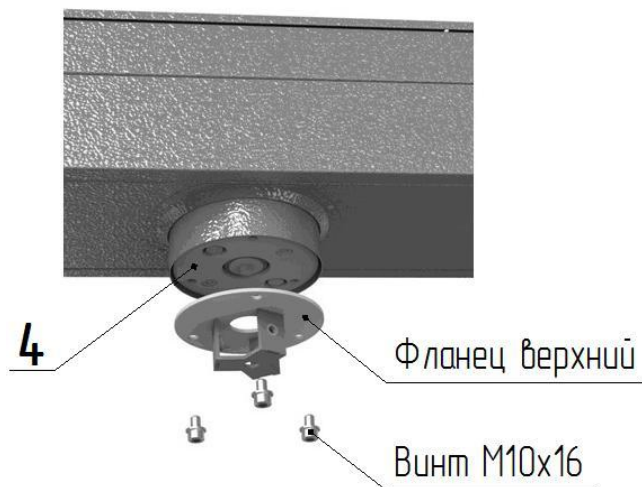

Рис. 4
2. Сборка центральной стойки (рис. 4, 5):
– установите на диск муфты привода **4** (рис.4) верхний фланец центральной стойки и закрепите винтами М10х16, нижний фланец прикрепите к фланцу вала напольной плиты **7** винтами М8х16, в первую очередь установите на посадочные плоскости фланцев лопасть с внут-